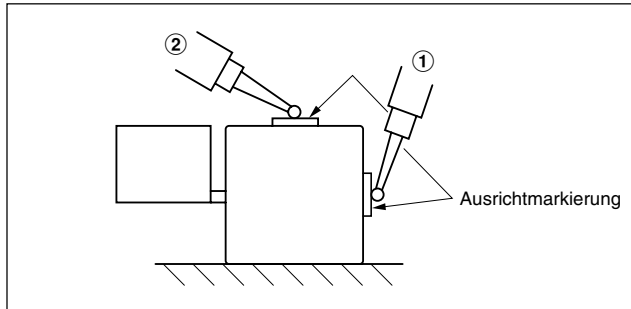

Abb. 3-7 Prüfung der Parallelität zwischen Maßstab und Maschinentischbewegung
Eine Tastermeßuhr direkt an der Stelle ansetzen, wo sich die Ausrichtmarkierung (① in der folgenden Abb. 3-7) an der Seite des Maßstabs befindet, und prüfen, ob der Maßstab einwandfrei parallel zur Bewegung des Maschinentischs eingebaut ist.
Die Meßuhr auf das jeden Ausrichtmarkierung setzen, wie in ② in Abb. 3-7, um die Parallelität zu messen und den Unterschied in das Ablesen zwischen die Ausrichtmarkierungen zu innerhalb von 0,08 mm ausrichten.